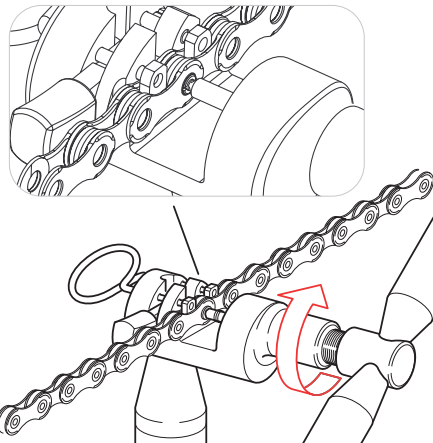

Fig.21
- Vissez l'outil en portant le poinçon en contact avec l'extrémité qui dépasse de la bague **ULTRA-LINK 5-CN-RE500 (11s) / 5-CN-SR600 (12s)** en faisant au peu près 3/4 de tour puis appliquez une force modérée sur celle-ci jusqu'à la déformer (Fig. 21).